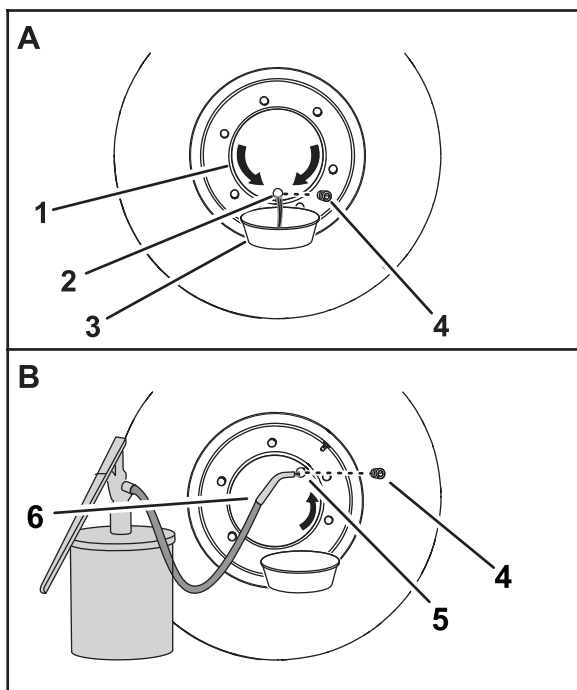

Figure 96
3. Faites avancer ou reculer la machine jusqu'à ce que le bouchon soit à la position 6 heures (Figure 96).
4. Placez un bac de vidange sous l'orifice d'huile du moyeu de roue (Figure 96).
5. Retirez le bouchon et vidangez l'huile du train planétaire (Figure 96).
7. Faites avancer ou reculer la machine jusqu'à ce que le bouchon soit à la position 2 heures (Figure 96) ou 10 heures.